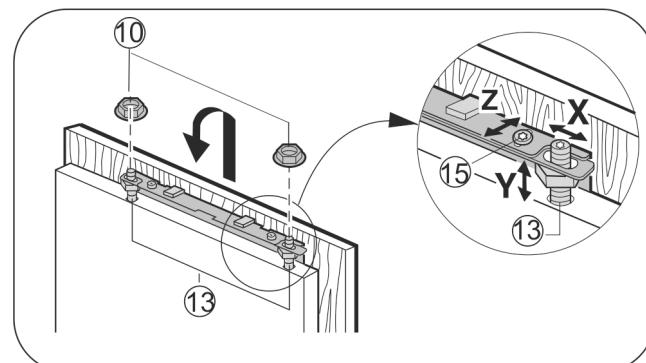

Fig. 27
- Nábytkové dvere zaveste na justovacie čapy Fig. 27 (13) a poistné matice Fig. 27 (10) na justovacích čapoch ľahko pritiahnite.
- Nábytkové dvere vyrovnejte vo výške Y a vyrovnejte bočný sklon: Justovacie čapy Fig. 27 (13) nastavte pomocou skrútka.
- Poistné matice Fig. 27 (10) pritiahnite.